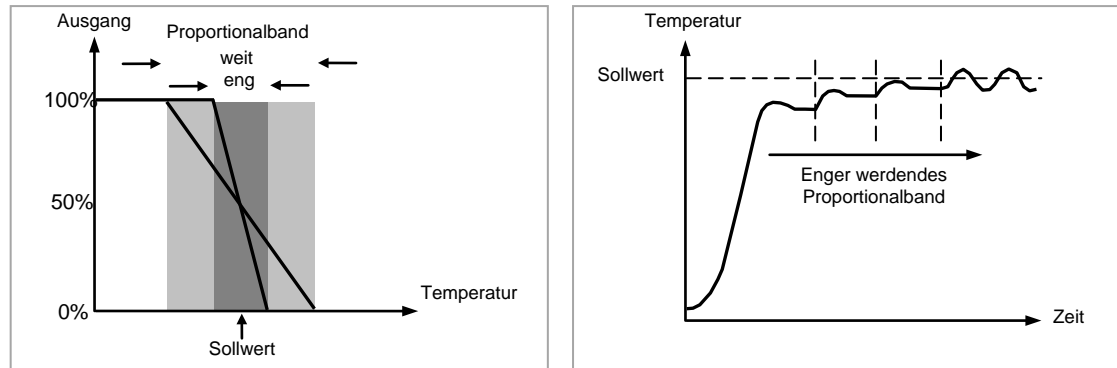

Abbildung 21-2: Proportional Aktion
Das Proportionalband (PB) liefert einen Ausgang, der sich proportional zur Größe des Fehlersignals verhält. Es ist der Bereich, über den Sie die Ausgangsleistung kontinuierlich linear von 0 % bis 100 % einstellen können (bei einem Regler nur für Heizbetrieb). Unterhalb des Proportionalbands ist der Ausgang auf volle Leistung eingeschaltet (100 %), oberhalb des Proportionalbands ist der Ausgang vollständig ausgeschaltet (0 %), wie in Abbildung 21-2 dargestellt.
Abbildung 21-2 zeigt Ihnen den Effekt einer Verschmälerung des Proportionalbands bis zum Oszillationspunkt. Ein breites Proportionalband führt zu einer geradlinigen Regelung, jedoch mit einem merklichen Erstfehler zwischen Sollwert und tatsächlicher Temperatur. Verschmälern Sie das Band, rückt die Temperatur näher an den Sollwert heran, bis sie schließlich instabil wird.